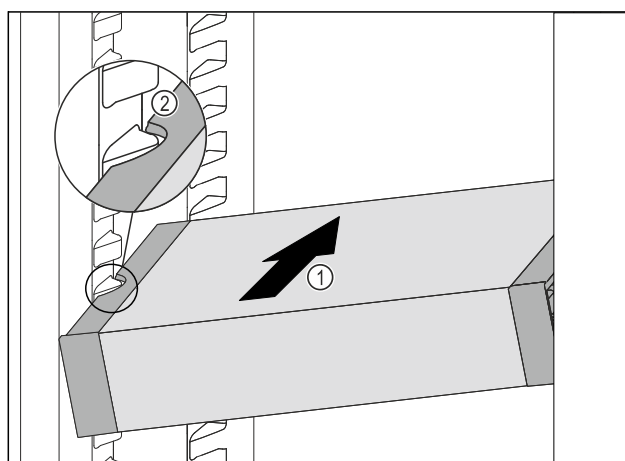

Fig. 133
- ▶ Zasuňte VarioSafe do chladničky pod úhlem tak Fig. 133 (1), aby vybrání na bocích Fig. 133 (2) VarioSafe byla na úrovni žebrování na nádoby v chladničce.